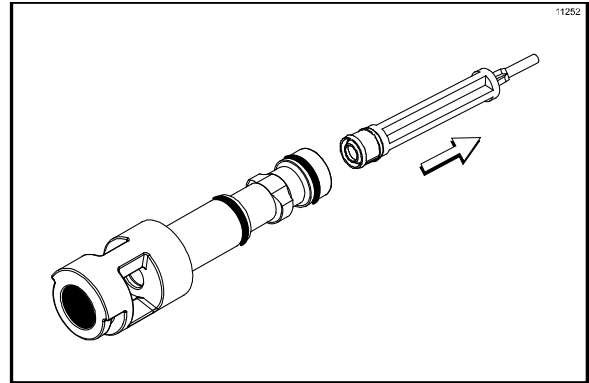

Figure 102
7. Retirer le centrifugeur de la vanne de sortie en tenant fermement la vanne de sortie et en tirant sur le centrifugeur. Retirer le joint de l'arbre du centrifugeur (Cf. Figure 102).